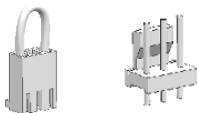

Рис. 3.16: Перемычки
- Отсоедините фильтры радиочастотных помех от земли, вынув перемычки из их исходного положения. См. Рис.3.16.